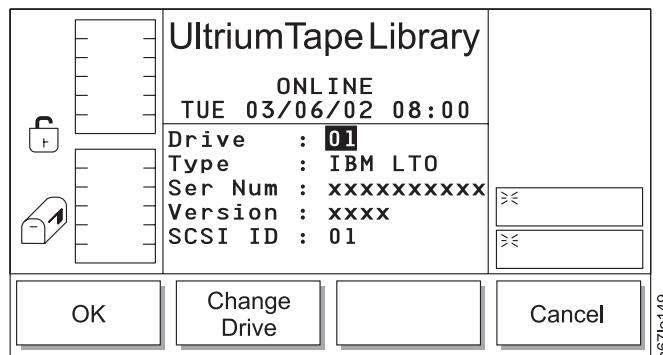

Abbildung 67. Laufwerkdialog
- Wählen Sie zum Überprüfen des derzeit auf einem Laufwerk geladenen Firmware-Standes **Status —> Drives** aus. Der Laufwerkdialog erscheint (siehe Abb. 67).
Tabelle 19. Übersetzung von Abb. 67 auf Seite 88, Laufwerkdialog